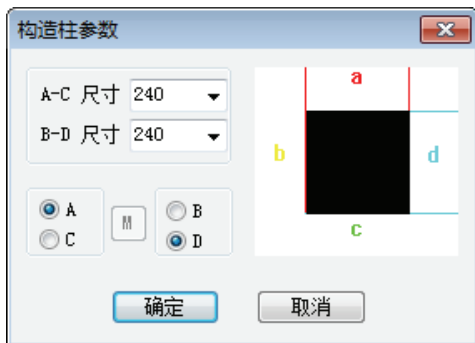

图4-15 “构造柱参数”对话框
3) 单击选取墙角后，系统弹出“构造柱参数”对话框，设置参数如图4-15所示。